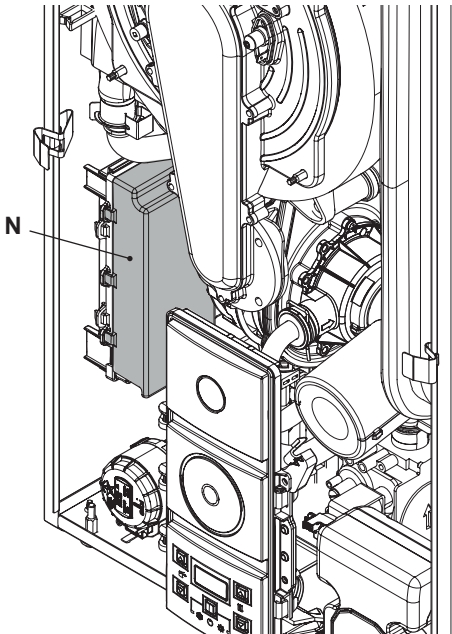

Figura 5.19
- Individuare il coperchio copri morsetteria **N** (Figura 5.19) ed aprirlo.